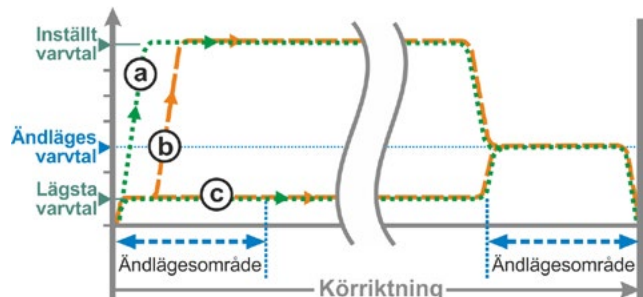

Bild 2: Ändlagesvarvtal "Snabbstart"
- Vid **vägberoende** avstängning kopplas det inställda varvtalet in direkt för att uppnå så kort gångtid som möjligt. Se även bild 2, kurva **a**.